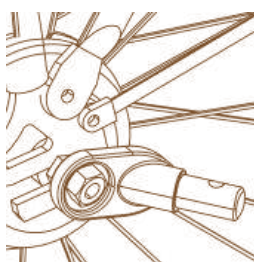

Abbildung 12
2. Achse mit Muttern: Entfernen Sie die Mutter mit der Unterlegscheibe von der linken Hinterradachse Ihres Fahrrads. Setzen Sie die Kupplung auf die Achse und schrauben Sie die Mutter mit der Unterlegscheibe wieder auf (Abbildung 12).